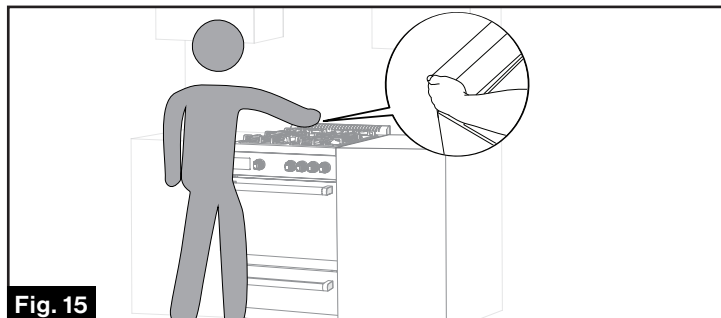

Fig. 15
- **Método 1:** Coloque su pie contra la estufa y tome el lado izquierdo del ducto de ventilación como se muestra en la figura. Intente inclinar la estufa hacia adelante lentamente. Si la parte trasera de la estufa se eleva más de $\frac{1}{2}$ " (1,3 cm) del piso sin encontrar resistencia, deje la estufa en el piso. El soporte anti vuelco y la pata de la estufa no están en contacto correctamente. (Fig. 15)